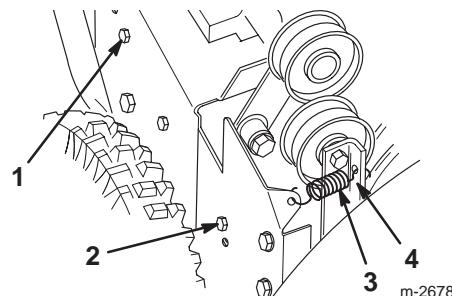

Bild 28
1. Obere Riemenabdeckung 2. Schraube (3)
4. Lockern Sie die Bremsarmgruppe der Schnecke, indem Sie die hintere Schraube lösen und die vordere Schraube entfernen (Bild 28).
5. Entfernen Sie die Spannscheibenfeder (Bild 28). Lassen Sie die Bremsarmgruppe frei hängen, aber so, dass sie aus dem Weg ist.
4. Lockern Sie das Bremsarmelement der Schnecke, indem Sie die hintere Schraube lösen und die vordere Schraube, mit der das Bremsarmelement der Schnecke am Rahmen befestigt ist, entfernen (Bild 28).
5. Entfernen Sie die Spannscheibenfeder (Bild 28). Lassen Sie das Bremsarmelement frei hängen, aber so, dass sie aus dem Weg ist.